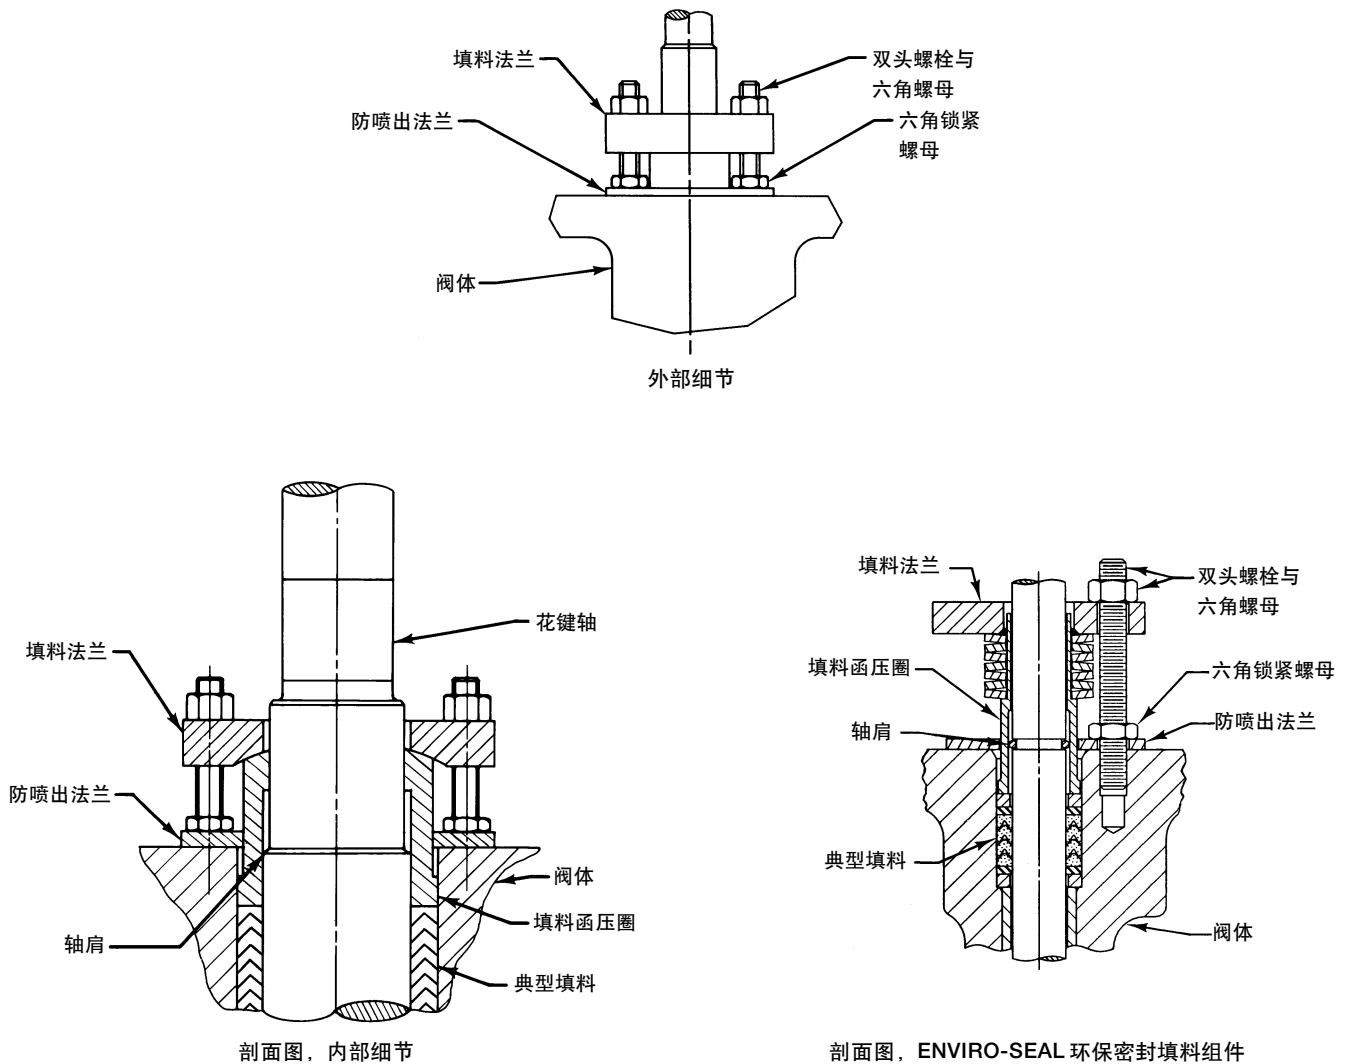

图7. 防喷设计细节
2. 拆下六角锁紧螺母（件17）与防喷出法兰（件10）。拆下填料压盖（件12）。有关防喷保护装置的零件细节，请参考图7。
a. **对 PTFE 或石墨填料：**拆下六角螺母（件15）并拉出填料法兰（件11）。拆下六角锁紧螺母（件17）与防喷出法兰（件10）。拆下填料函压盖（件12）。参见图 7。